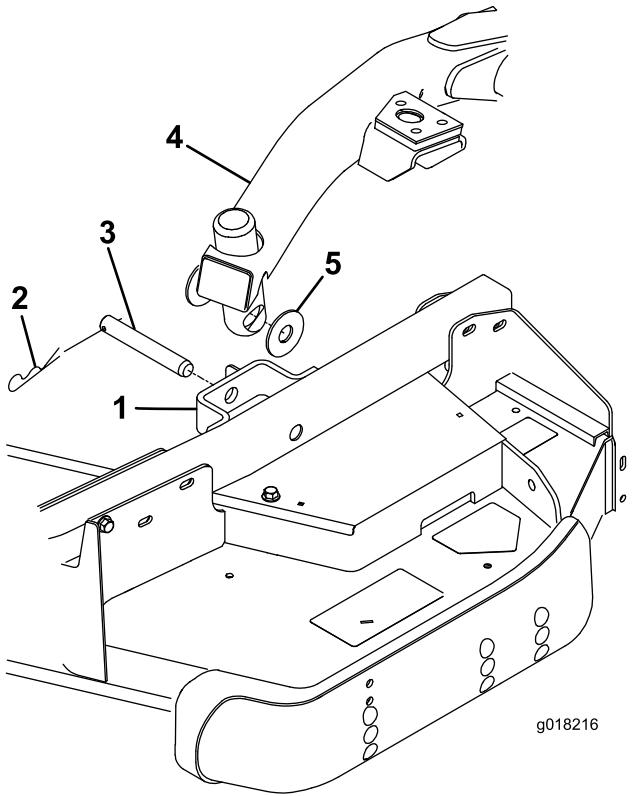

图 26
- 将摇臂开关向上按至浮动位置。向下推提升臂直至提升臂中的孔与脚轮臂支架中的孔对齐而且您可以将剪草高度杆插入提升臂垫中图 26。
- 用 2 个止推垫圈、1 个柱销和 1 个发卡销将提升臂固定至脚轮臂将止推垫圈放在提升臂和脚轮臂支架之间图 26 并将开口销的一端插入脚轮臂凸耳的槽中以固定开口销。